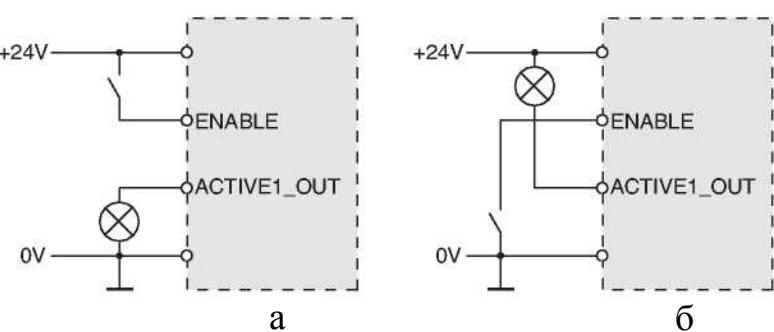

Рис. 4.1 Типы логики
- *source [sou]* – для выходов-источников тока (по умолчанию). В данном случае выход имеет внутренний источник, а вход активизируется путем присоединения его к положительному клемме внешнего источника (рис. 4.1а);
точника и в активном состоянии имеет низкий потенциал (рис. 4.1б). Вход активизируется путем подключения к общей точке (земле).